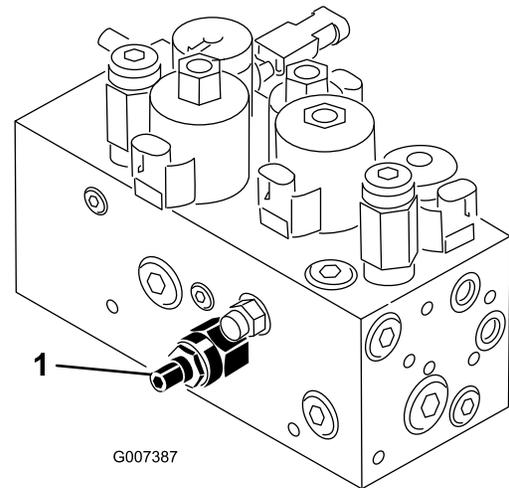

Figura 55
O circuito de elevação da unidade de corte encontra-se equipado com uma válvula de regulador de caudal (Figura 55). Esta válvula é previamente configurada pelo fabricante, encontrando-se cerca de 3 voltas aberta, mas por vezes é necessário efectuar ajustes de modo a compensar diferenças na temperatura do óleo hidráulico, nas velocidades de corte, etc. Se for necessário algum ajuste proceda da seguinte forma:
1. Levante o banco e localize a válvula de controlo do fluxo (Figura 55) montada ao lado do cilindro hidráulico para o apoio central.